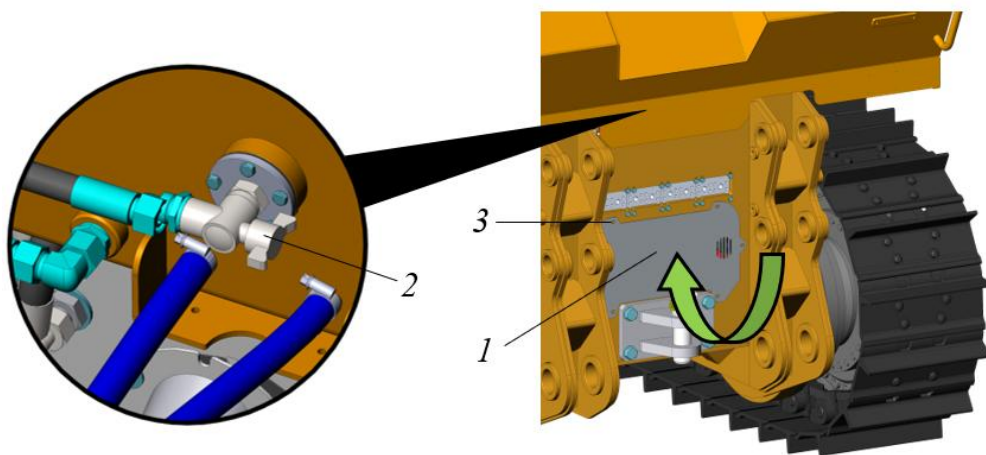

Рисунок 5.18. Размещение запорных кранов на топливном баке
- ▶ Перекрыть кран 1 подачи топлива из бака к фильтру, рис. 5.18.
- ▶ Открыть кран 1 подачи топлива к двигателю на топливном баке, см. рис. 5.18.
- ▶ Закрыть левую створку капота, установить щит 1 на место, используя крепеж 3, рис. 5.18.